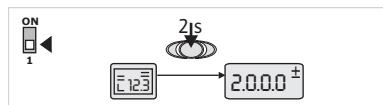

Fig. 29 : Mode Menu Standard
**Comportement standard** : L'afficheur bascule en mode Menu. Le numéro de menu <2.0.0.0> s'affiche (fig. 29).